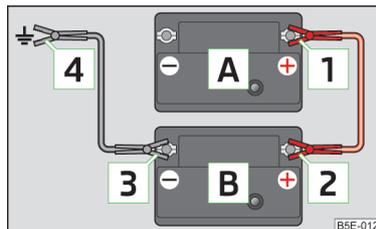

Fig. 155
- Conectar el borne **1** al polo positivo de la batería descargada **A** » fig. 155.